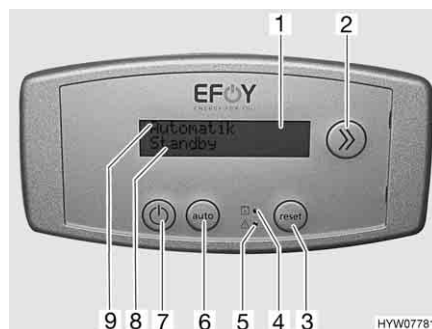

Bild 134 Bedieneinheit Brennstoffzelle
Die Brennstoffzelle besteht aus mehreren Komponenten, die im Heckstauraum eingebaut sind (Bild 132), sowie aus einem Bedienpanel (Bild 134) im Wohnbereich.
Die Brennstoffzelle lädt automatisch die Wohnraumbatterien, wenn die Spannung der Wohnraumbatterien unter 12,5 V sinkt und die Brennstoffzelle über die Ein/Aus-Taste (Bild 134,7) eingeschaltet ist.
Das Display (Bild 134,1) der Bedieneinheit ist zweizeilig. In der ersten Zeile (Bild 134,9) wird der Betriebszustand der Brennstoffzelle angegeben.
In der zweiten Zeile (Bild 134,8) werden Informationen oder Störungsmeldungen ausgegeben.
Das Umschalten zu den verfügbaren Informationen erfolgt über die Info-Taste (Bild 134,2).
Die beiden LEDs am Bediengerät zeigen den notwendigen Wechsel der Tankpatrone (Bild 134,4) und auftretende Störungen (Bild 134,5) an.
Nach dem Beheben des Fehlers die Brennstoffzelle wieder starten. Dazu die Reset-Taste (Bild 134,3) drücken.
- Die Ein/Aus-Taste (Bild 134,7) drücken.
In der ersten Zeile des Displays (Bild 134,9) wird der aktuelle Betriebsmodus angezeigt.
- Wenn die Anzeige "Ein" ausgegeben wird, befindet sich die Brennstoffzelle im manuell gewählten Lademodus. Die Taste "auto" (Bild 134,6) drücken, um zum Automatik-Betriebsmodus zu wechseln.
- Wenn die Brennstoffzelle noch nicht abgeschaltet ist, die Ein/Aus-Taste (Bild 134,7) drücken.